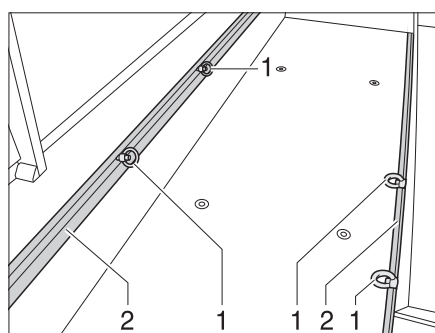

Fig. 2 Argollas de amarre garaje trasero (variante 1)
- Girar la argolla de amarre (Fig. 2,1) una media vuelta en sentido contrario a las agujas del reloj.
- Desplazar la argolla de amarre en el riel de amarre (Fig. 2,2) a la posición deseada.